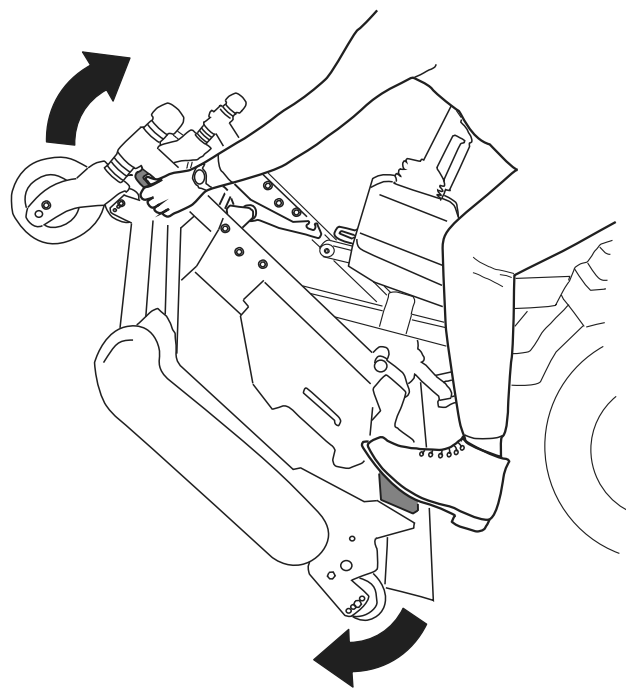
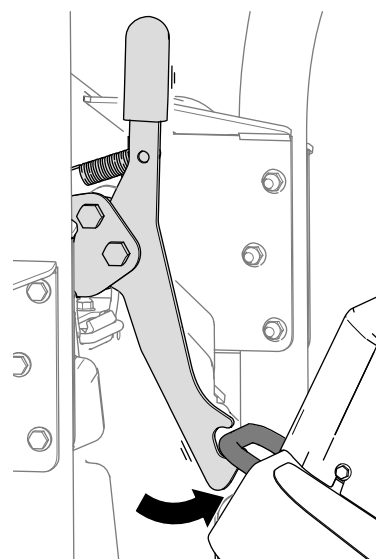

Bild 39
Bild 40
5. Drehen Sie das Mähwerk (Bild 39) so, dass die Verriegelung in die Befestigungshalterung (Bild 40) einrastet.
1. Lösen Sie die Verriegelung des Mähwerks von der Befestigungshalterung (Bild 41), indem Sie das Mähwerk leicht nach vorne drehen (siehe Bild 39) und den Verriegelungsgriff nach vorne ziehen.